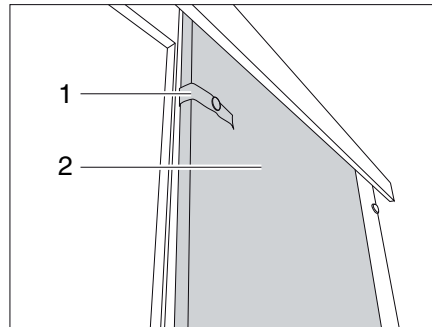

Fig. 238 Puerta corredera
- Soltar la cinta de seguridad (Fig. 238,1).
- Empujar la puerta corredera (Fig. 238,2) a la posición de cierre.
- Dirigir la puerta corredera (Fig. 238,2) a la posición de apertura.
- Fijar la puerta corredera con la cinta de seguridad (Fig. 238,1).